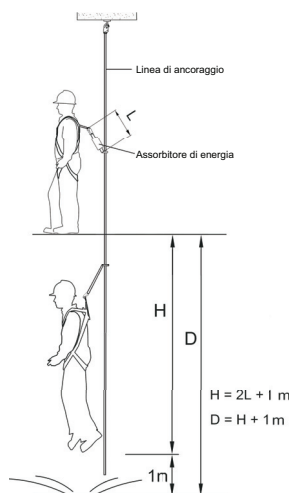

Fig. 1 Distanza di arresto e spazio di arresto della caduta
- Per i requisiti relativi alla distanza massima di arresto H e allo spazio minimo di arresto della caduta D, vedere la Fig. 1 (L è la lunghezza dell'assorbitore di energia).